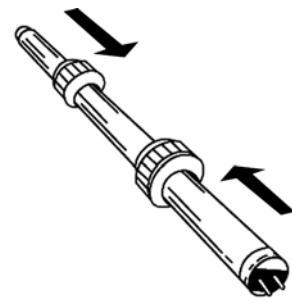

ABB. 6
5. Schieben Sie die Gewindestützen mit den Dichtungen bis zur Mitte der neuen Leuchtstoffröhren, so dass die Gewinde zu den Enden der Leuchtstoffröhren weisen (ABB. 6).